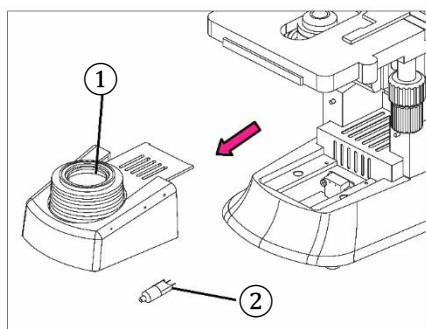
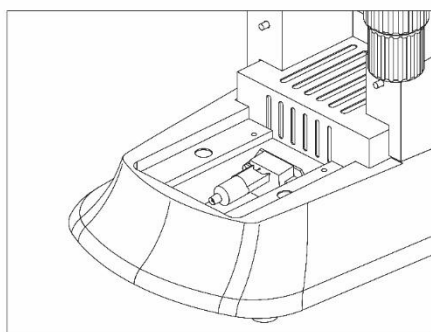

Fig. 11
Fig. 12
3.2.8. Replacing the Lamp (Fig. 11, Fig. 12)